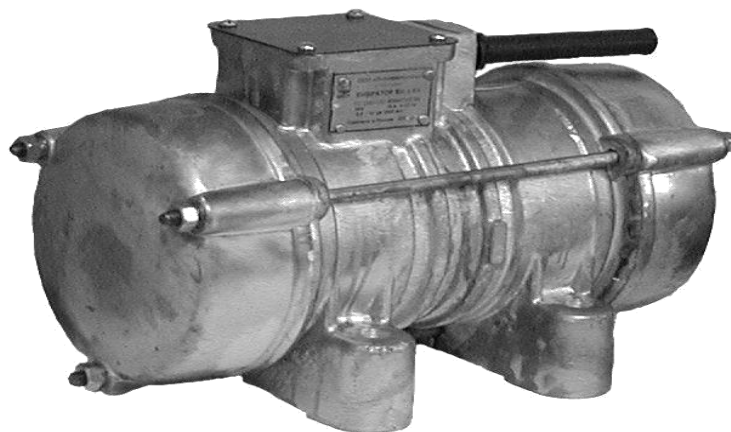

Рис. 1. Вибраторы общего назначения
2.1. Вибраторы (рис. 1) предназначены для возбуждения вибрации в установках по уплотнению бетонных смесей и грунтов на заводах ЖБК, ЖБИ и т.д.; транспортированию, выгрузке и просеиванию сыпучих материалов, привода вибропитателей, виброплощадок; для выгрузки шихты на конвейерах в сталелитейной промышленности.